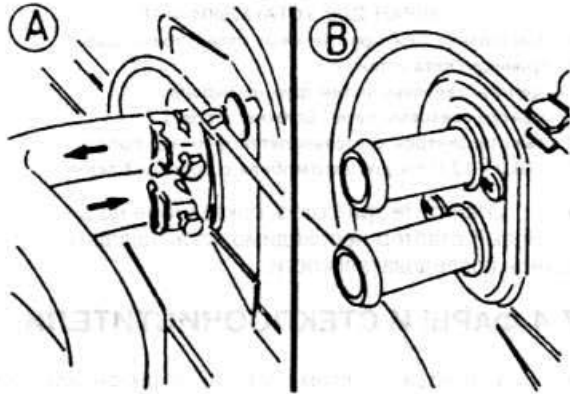

Рис. 7.10
- ♦ Отсоедините от отопителя эластичные шланги системы отопления (рис. 7.10).